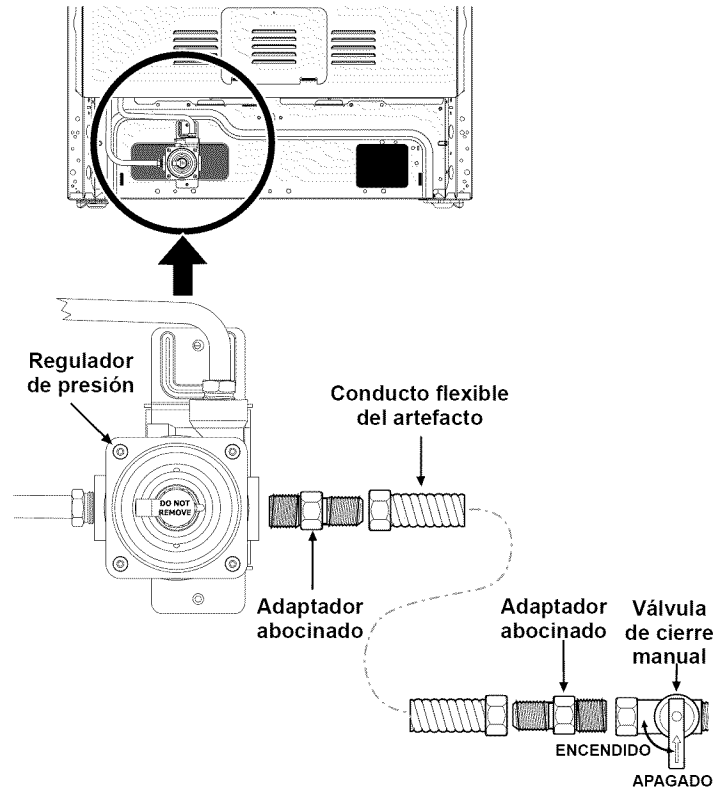

Fig. 8 - conexiones al suministro de gas
- a. Instale una válvula externa de cierre manual del suministro de gas en un lugar de fácil acceso fuera de la estufa. Asegúrese de saber cómo y dónde cerrar el suministro de gas de la estufa (vea la Fig. 8).
- b. Instale un adaptador de unión curva de 1/2" al regulador de gas usando **no más de 15 pies/libra** de par (torsión) (consulte la Fig. 8).
- d. Instale un adaptador de unión acampanada a la válvula externa de cierre manual (vea la Fig. 8).
- e. Ajuste el conducto flexible del artefacto al adaptador de la unión acampanada en la válvula de cierre (vea la Fig. 8).